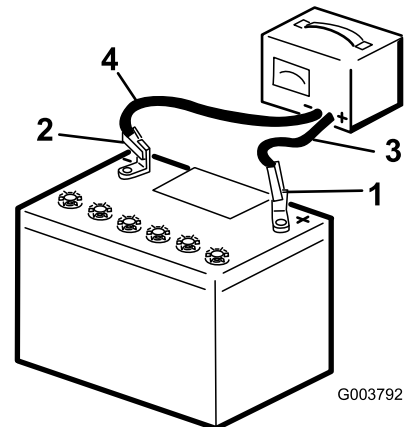

Bild 50
2. Laden Sie die Batterie für vier bis acht Stunden mit 3-4 Ampere auf (Bild 50). Überladen Sie die Batterie nicht.
Dose. Klemmen Sie dann die Klemmen des Ladegeräts von den Batteriepolen ab (Bild 50).